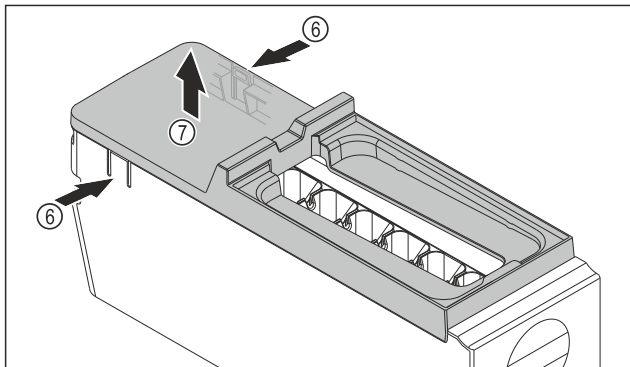

Fig. 142
- Izvadite poklopac tijela sustava EasyTwist-Ice: Pritisnite jezičke Fig. 142 (6) na obje strane tijela sustava EasyTwist-Ice jednom rukom.
- Poklopac Fig. 142 (7) drugom rukom izvučite prema gore.